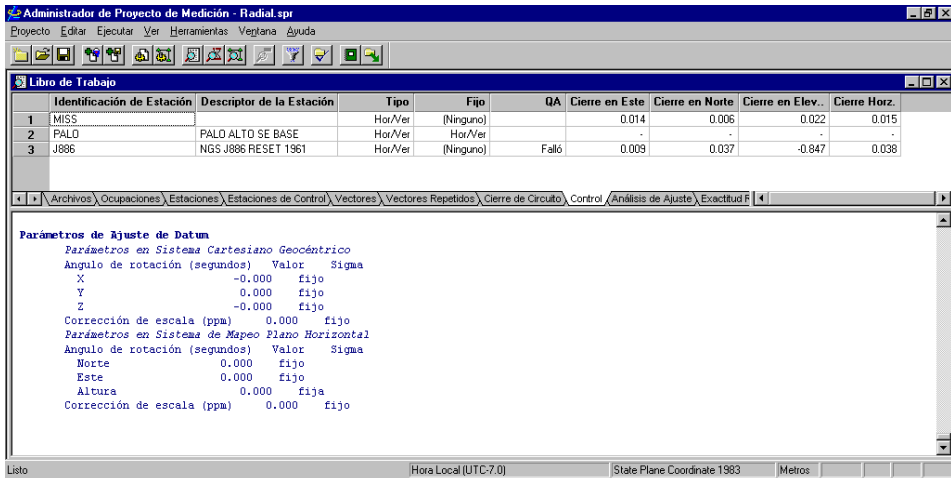

Figura 14.23. Etiqueta Análisis de Control
4. Cambie a **Control** (Figura 14.23)